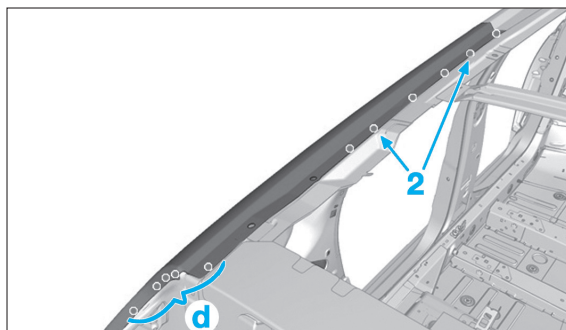

FIG. 181
- Souder par points bouchons zones (d) (Fig.181).
- Souder par pointage électrique (2).